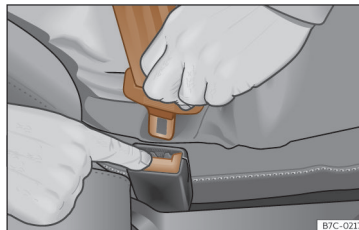

Fig. 14 Eliberați catarama centurii de siguranță.
- Apăsăți butonul roșu de pe cataramă »» fig. 14. Limba centurii va fi eliberată din cataramă.